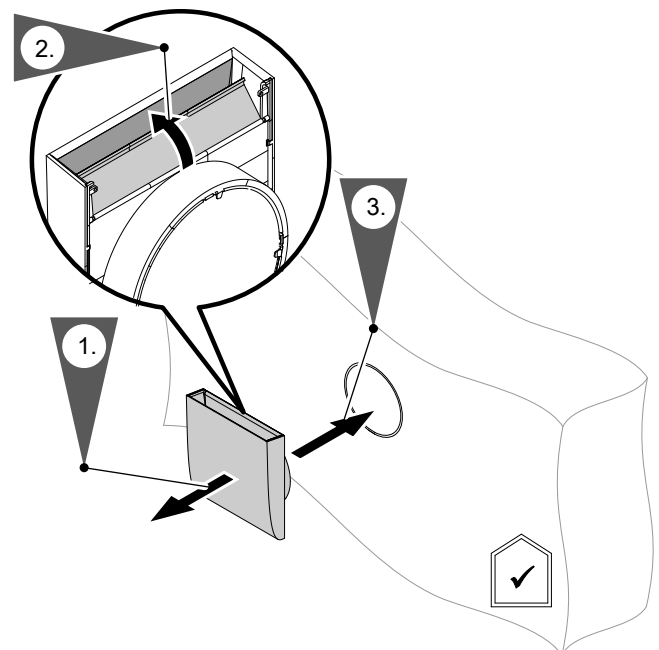

Abb. 1
1. Ziehen Sie die Innenwandblende aus der Wand heraus: Siehe Abb. 1 auf Seite 7.
4. Schieben Sie die Innenwandblende in die Wand ein: Siehe Abb. 1 auf Seite 7.